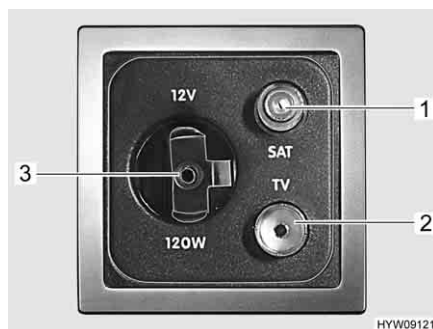

Fig. 50 Prese (impianto televisivo)
- Inserire il cavo dell'antenna del televisore adeguato nella presa SAT (Fig. 50,1).
- Inserire il cavo dell'antenna del televisore adeguato nella presa DVB-T (Fig. 50,2).